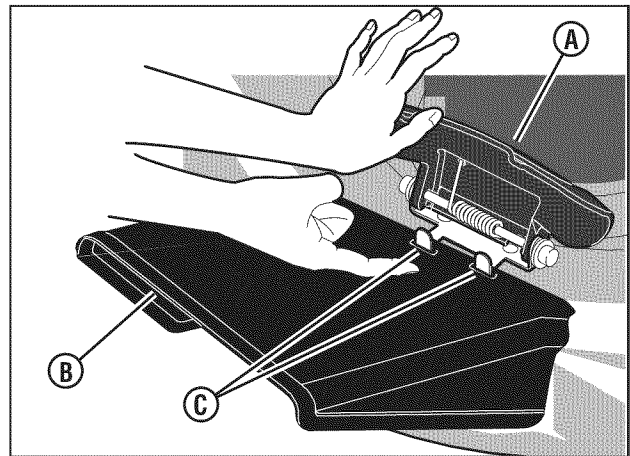

Figura 11: Instalación del deflector de descarga
1. Levante la tapa del desmenuzador (**A, Figura 11**).